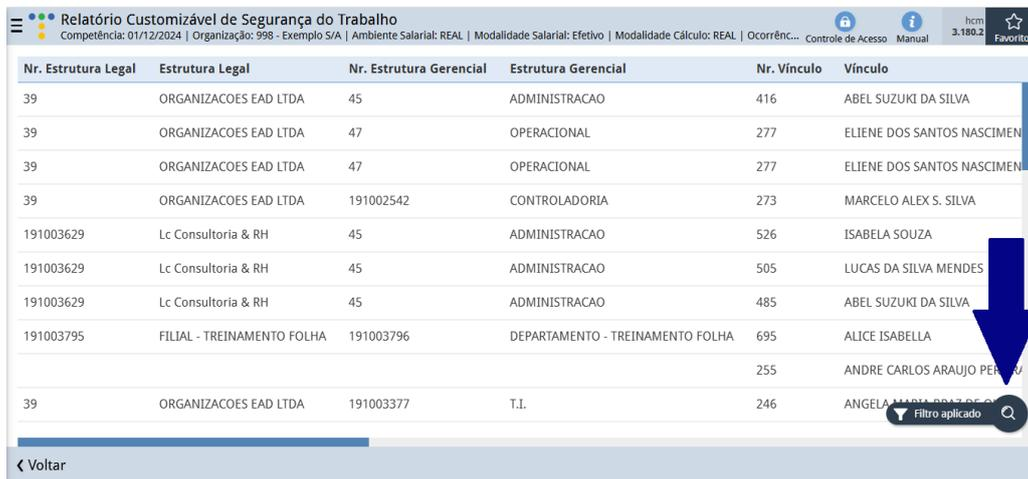

Figura 149: Lupa
- Para **exportar** o layout criado, clique no **ícone de Lupa** (Figura 149) no canto inferior direito da tela inicial.